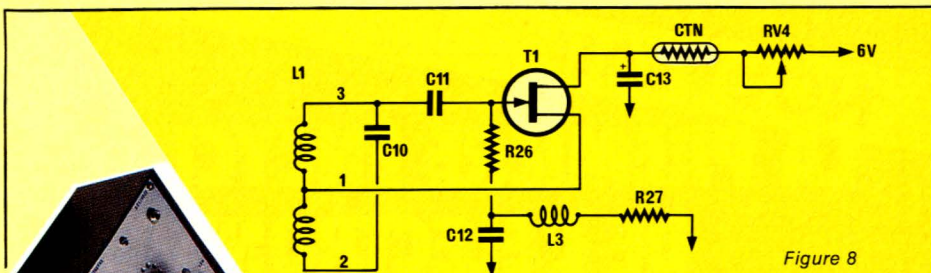

Figure 8
Il est de type Hartley et représenté figure 8. Il nécessite une prise intermédiaire sur le bobinage. Malgré sa simplicité, son comportement en fonction de la température est excellent pour l'utilisation considérée. En effet, une haute stabilité en fréquence n'est pas recherchée, seule l'amplitude des oscillations à une grande importance. Le signal reçu par le récepteur est proportionnel à l'amplitude de celui de l'émetteur. Toute variation d'amplitude du récepteur se trouve multipliée par le gain du préampli (140). Une trop grande variation peut entraîner soit une saturation au point A, figure 10, soit une amplitude insuffisante pour polariser les diodes de détection au silicium. Dans les deux cas, les variations d'amplitude, dues à la présence d'objets métalliques, ne sont plus perceptibles et l'appareil ne fonctionne plus. C'est pourquoi, si vous voulez utiliser votre appareil aux températures extrêmes, utilisez
les composants mentionnés : condensateurs miniature céramique 63 V pour C_{11} et C_{12} , liaison et découplage à la masse, un mylar de 250 V pour C_{10} et un BF 245 B pour T_1 . D'autres composants conviennent peut-être. L'auteur laisse le soin aux réalisateurs de faire des essais, il signale tout de suite qu'un 2N 3819 ne convient pas, la dérive thermique est trop importante. La self miniature L_3 de 10 μ H peut être remplacée sans inconvénient par une résistance de 1 M Ω 1/4 de W sur laquelle seront bobinées 50 spires de fil émaillé de 1/10 mm, et immobilisées à la colle. Sur le schéma de la **figure 8**, est mentionnée une résistance CTN, sa valeur à 25° est de 82 Ω . Elle est montée en série avec la résistance ajustable RV_4 de 1 k Ω . Pour la réalisation concernée, elle est superflue et sera remplacée par un strap. Le réglage de l'ajustable RV_4 , comme il sera indiqué ultérieurement, est suffisant. Cependant, pour des applications où l'amplitude du signal doit rester la plus constante possible malgré les variations de température, elle s'avère indispensable. Voyons comment agit ce composant. L'accroissement de température fait augmenter la résistance de l'espace Drain-Source, divisant ainsi le courant fournit au bobinage. Il s'ensuit que l'amplitude des oscillations diminue. La CTN voit pendant ce temps, sa résistance diminuer entraînant une augmentation de la tension sur le drain. Un réglage judicieux de la résistance variable permet de conserver une amplitude constante sur une grande plage de température. Le condensateur C_{13} de 6,8 μ F découple l'alimentation du TEC T_1 .